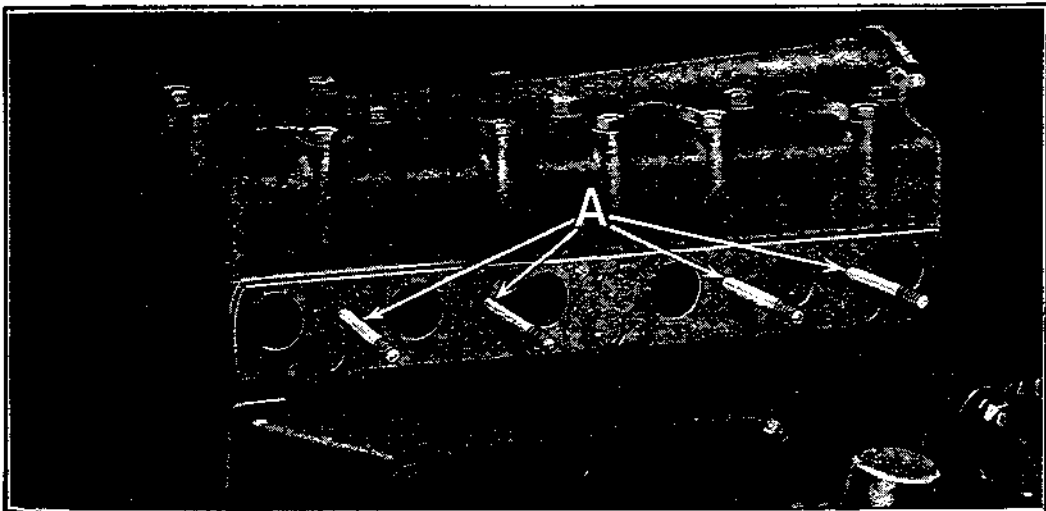

Fig. 130
**201** — Enlever les quatre goujons des brides d'admission et d'échappement. (Voir A, fig. 130.)